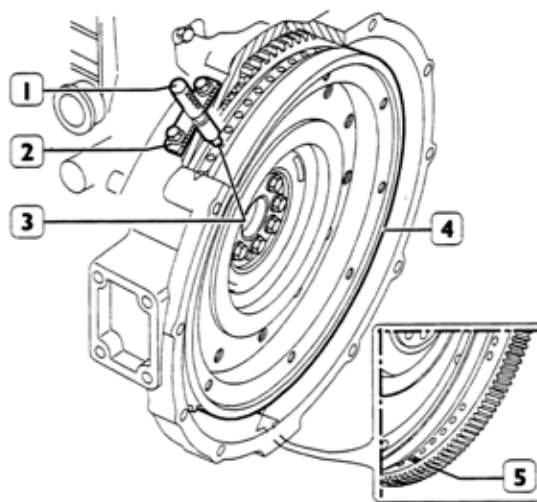
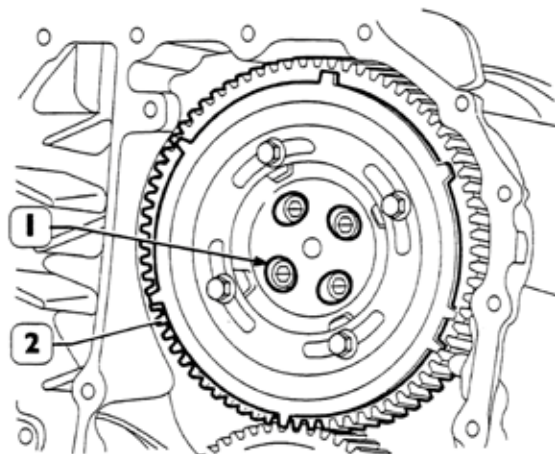

Figura 183
Figura 185
- Solte os parafusos (2) que fixam a engrenagem (1) ao eixo comando e aproveite as ranhuras (1) presentes na engrenagem (2) figura 185. Opere de modo adequado no volante do motor, a fim de obter as condições indicadas nos pontos a e b, figura 183, considerando sempre que o valor de elevação do came não sofra alterações.
- Ranhura dupla (5) visível através da janela inferior de inspeção.
- A ferramenta 99360612 (1) inserida até o topo no alojamento do sensor de rotações do motor (2) e (3).
Monte a engrenagem (2), figura 185, com os quatro furos ranhurados centrados em relação ao furo de fixação do eixo comando, apertando os respectivos parafusos com o momento de aperto apropriado.